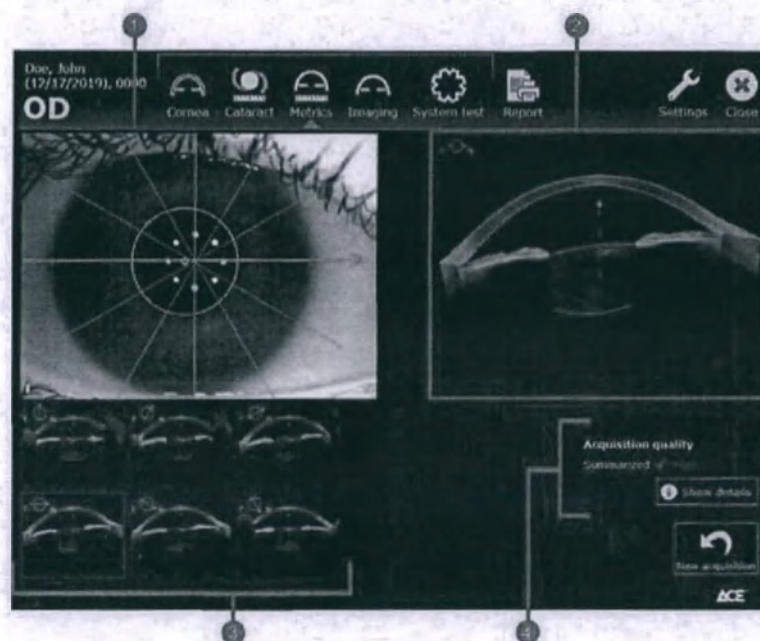

Рис. 61. Основные результаты обследования
- ⇒ ОКТ-изображение отобразится в увеличенном виде (рис. 61/2).